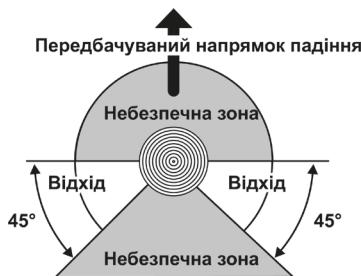

Рисунок 12. Схема зони падіння дерева.
2. Визначити напрямок, у якому буде спилине дерево з урахуванням напрямку вітру, передбачити маршрут відходу під час падіння дерева (треба відійти від стовбура у протилежному від падіння напрямку, принаймні на 3 м, щоб уникнути удару після відкидання стовбура назад на пень (рис. 12)).